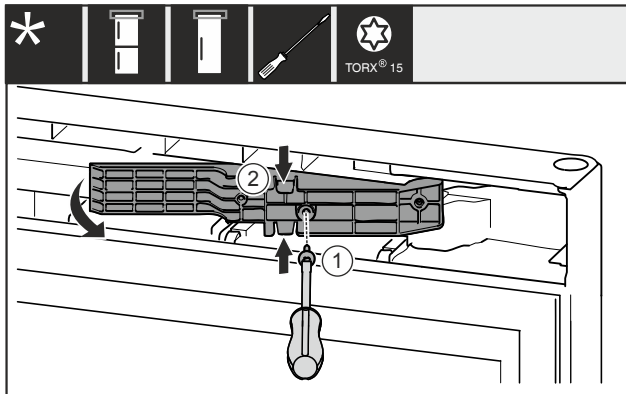

Fig. 16 \*
- ▶ Извлеките винт Fig. 16 (1).\*
- ▶ Слегка сожмите деталь адаптера Fig. 16 (2) сверху и снизу и извлеките ее.\*